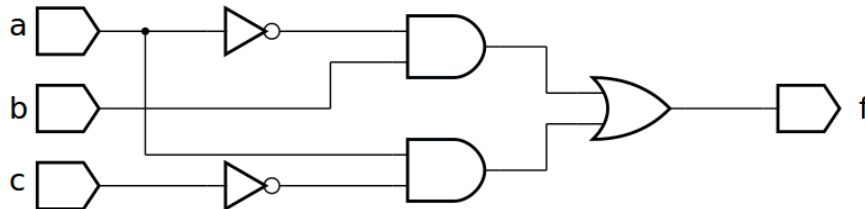

Figura 5.10 – A implementação da função $f(a,b,c) = a'b + ac'$ na forma E-OU.
- a) A função $f(a,b,c) = a'b + ac'$ pode ser diretamente implementada por dois níveis de portas lógicas E-OU. A implementação desta função na forma E-OU é mostrada na Figura 5.10.